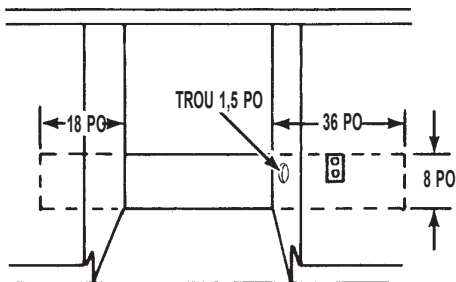

FIGURE 1
1. La prise de courant doit être située à une distance raisonnable du lave-vaisselle pour qu'il soit possible d'y brancher le cordon d'alimentation sans l'étirer. Voir la ligne pointillée à la figure 1.
2. Si nécessaire, découper un trou de diamètre 1,5 po (4 cm) dans une paroi latérale d'un placard pour le passage du cordon d'alimentation. Voir la figure 1.